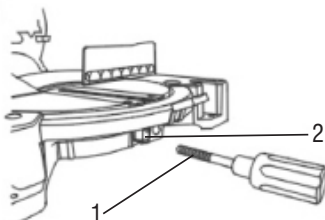

Fig. 2 - Instalación de la traba de la mesa
- Atornille la traba de la mesa a través del agujero 2, conforme muestra la Fig. 2.